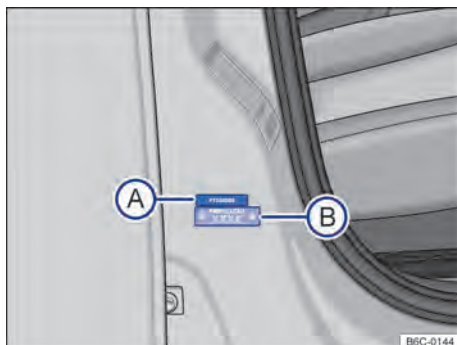

Fig. 174 Na coluna da porta dianteira direita: etiqueta com número de identificação do veículo parcial (A) e etiqueta do ano de fabricação (B).
As etiquetas com o número de identificação do veículo parcial estão localizadas na coluna da porta dianteira direita → Fig. 174 (A) e na coluna da suspensão esquerda. Estas etiquetas são destruídas ao serem removidas. Para chegar ao número de identificação do veículo parcial na coluna da suspensão esquerda, abrir a tampa do compartimento do motor ▲ → Página 187.
A etiqueta com o número de identificação do ano de fabricação está localizada na coluna da porta dianteira direita → Fig. 174 **B**. Esta etiqueta é destruída ao ser removida.